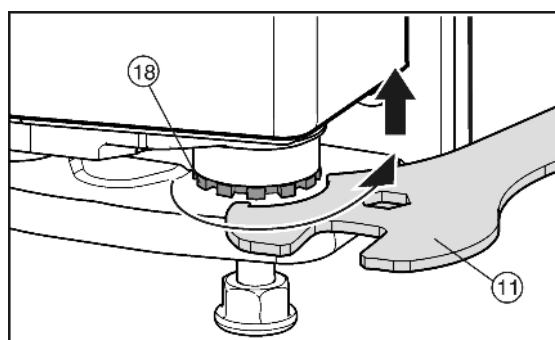

Fig. 13
- ▶ För att lyfta dörren, skruva ut lagerbulten *Fig. 13 (18)* åt höger med den medlevererade U-nyckeln *Fig. 13 (11)*. Vid leverans är lagerbulten helt inskruvad.